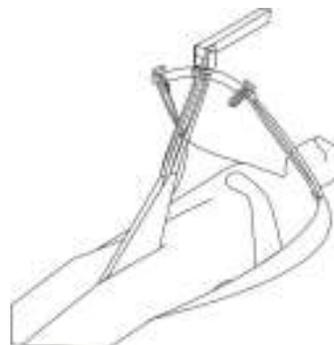

Figura 22. Forma de poner el arnés universal desde la posición acostado.
- ✓ Por último Ubique las reatas de la espalda en los extremos laterales de la percha y ubique las reatas de las piernas en los dos ganchos centrales de la percha. (ver figura 22)